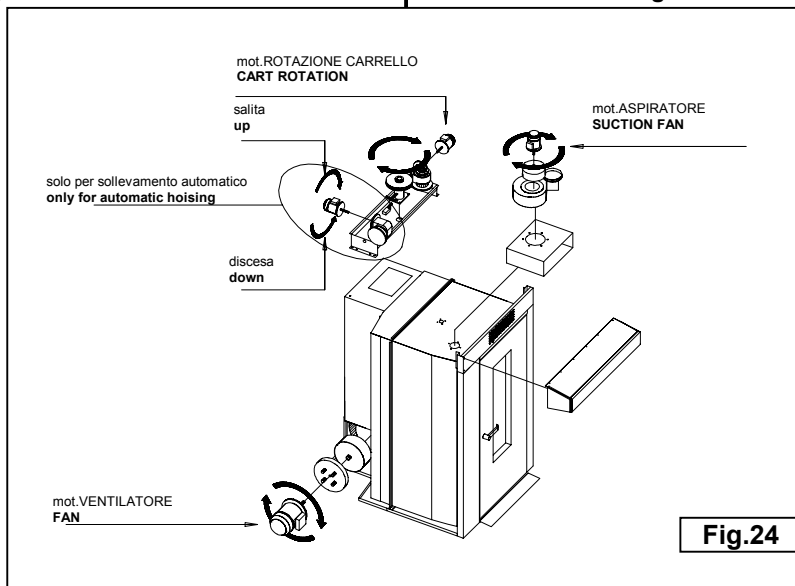

Fig.24
- e verificare l'esatto senso di rotazione come da Fig.24
- and ascertain the correct direction of rotation as shown in Fig. 24.